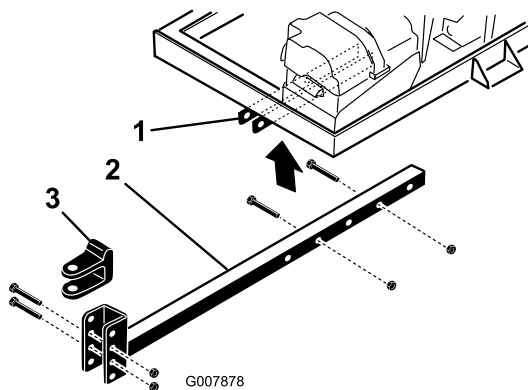

Figura 4
2. Inserite il tubo dell'attacco di traino nelle staffe del telaio (Figura 4). Fissate il tubo al telaio con 2 bulloni ($\frac{3}{8}$ " x 3") e dadi flangiati ($\frac{3}{8}$ " e serrate a 40 N·m.
- Togliete i bulloni e i dadi di bloccaggio che fissano l'uncino dell'attacco di traino (Figura 4) al tubo dell'attacco di traino.
- Rimuovete i bulloni e i dadi che fissano il tubo dell'attacco di traino alle staffe del telaio (Figura 4).